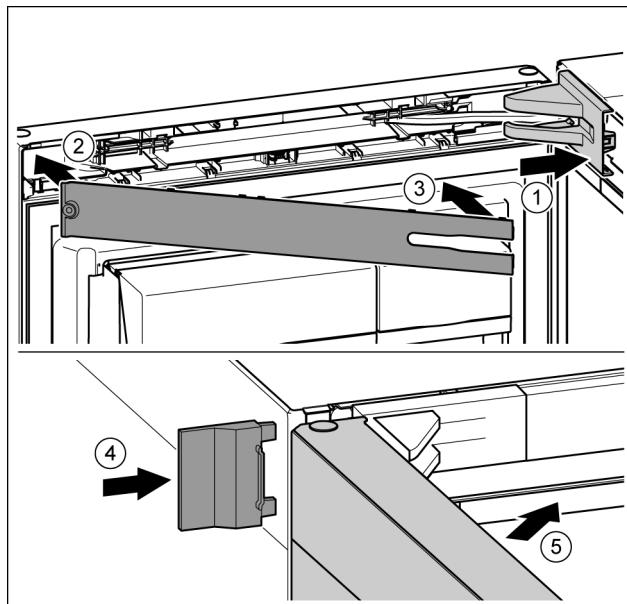

Fig. 50
- Встановіть та зафіксуйте кришку опорного кронштейна, у разі необхідності — обережно розтисніть. Fig. 50 (1)
- Встановіть накладку. Fig. 50 (2)
- Поверніть і зафіксуйте накладку. Fig. 50 (3)
- Насуньте зовнішню кришку. Fig. 50 (4)
- Закройте верхні дверцята. Fig. 50 (5)